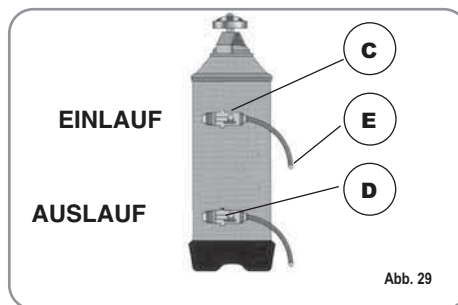

Abb. 29
1) Maschine ausschalten und einen Behälter mit einem Fassungsvermögen von mindestens 5 Litern unter das Rohr E stellen (Abb. 29).